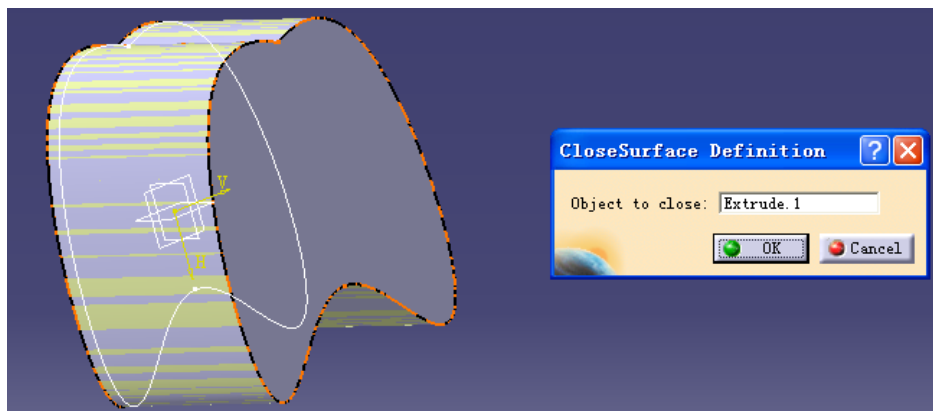

图 4-55
(2) 菜单中 Start → Mechanical Design → Part Design 中选择 Close Surface 。Object to Close 栏中用鼠标选择模型（见图 4-55）。